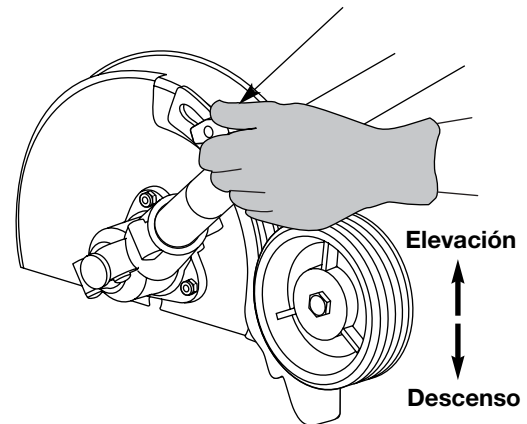

Fig. 6
1. Afloje la perilla de ajuste sobre la rueda (Fig. 6).